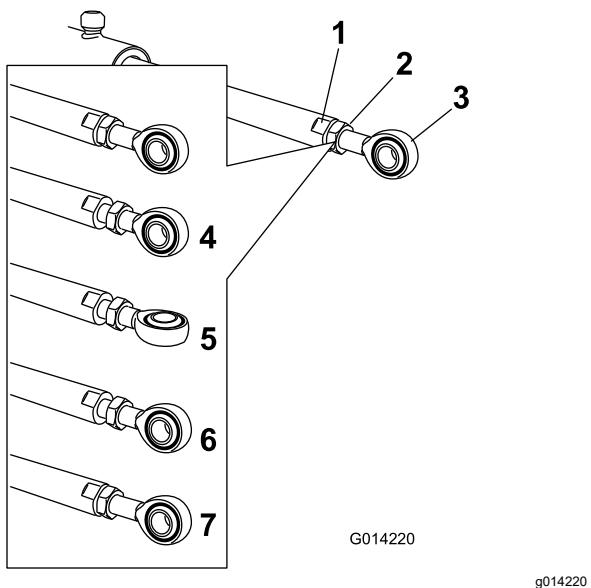

Рисунок 65
5. Удерживайте шток привода в неподвижном положении с помощью ключа, накинутого на плоские грани штока привода, затем ослабьте контргайку, чтобы можно было регулировать шток с проушиной (Рисунок 65).
6. Поверните шток с проушиной в штоке привода, чтобы сократить или удлинить привод для установки в требуемое положение (Рисунок 65).